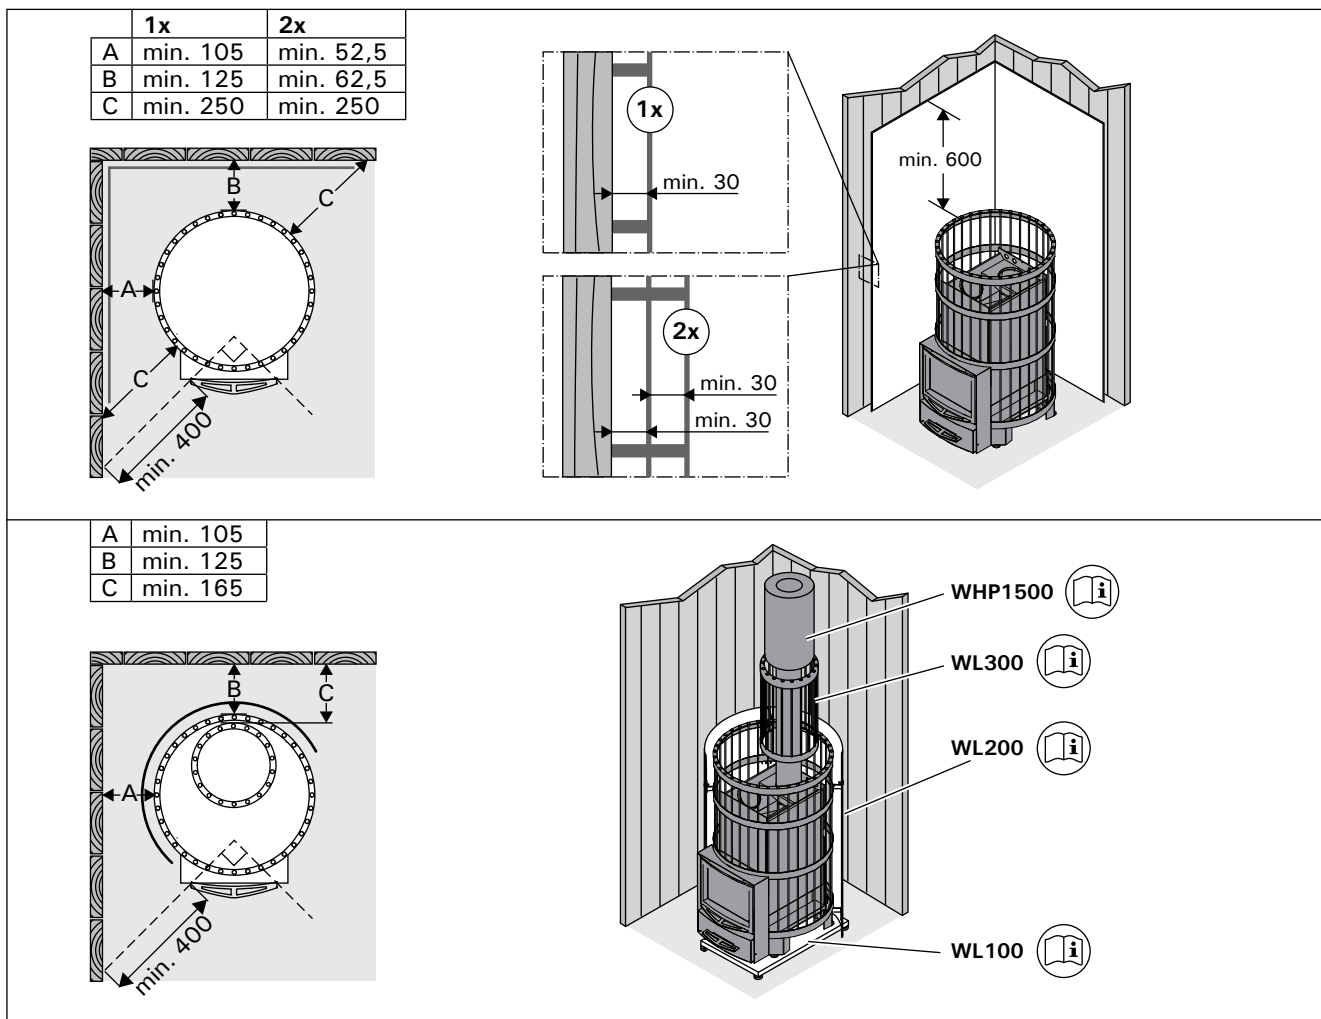

Рисунок 9. Защитные покрытия (все размеры приведены в миллиметрах)
Рисунок 9. Указанные безопасные расстояния до горячих материалов можно уменьшить наполовину, используя одинарное защитное покрытие, и вчетверо, используя двойное защитное покрытие.
- **Защитное ограждение для каменки WL200.** На каменке должно быть смонтировано защитное ограждение. Равноценно отдельной защитной крышке. Рис. 9.
- **Защитное ограждение дымовой трубы WL300.** для Legend. Устанавливается вокруг дымовой трубы и заполняется камнями. Подходит как к прямой там и для наклонной дымовой трубе. Рис. 9.